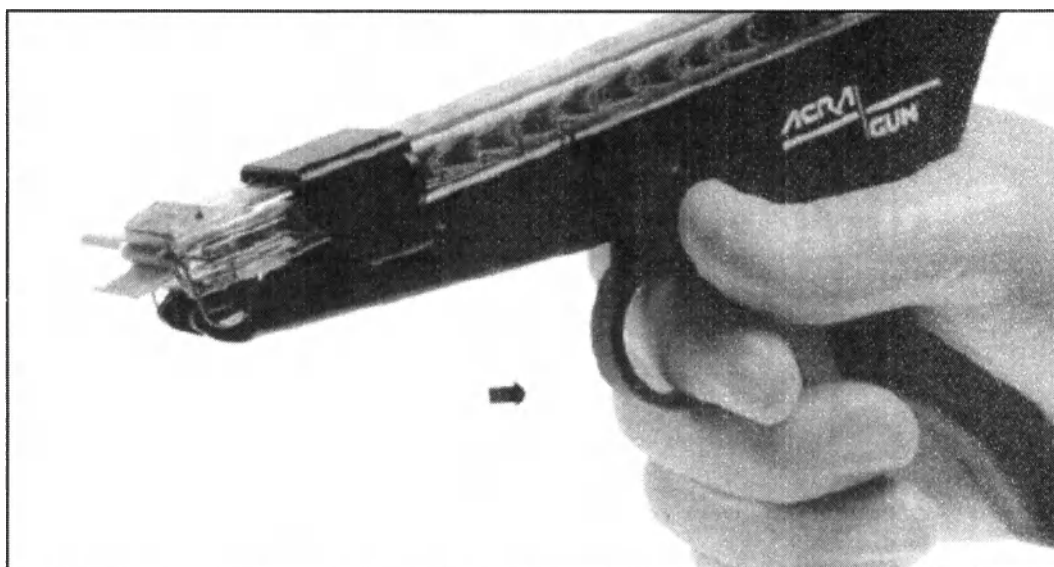

Рисунок 4
- 3.1 Надавите на спусковой крючок так, чтобы клипсы открылись в достаточной степени для наложения на скальп. (Рисунок 4)